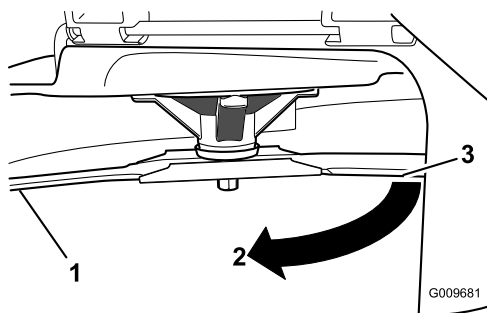

Figure 45
3. Seconde distance mesurée entre la lame et la surface (B)
4. Tournez la même lame de 180 degrés pour amener l'autre tranchant à la même position (Figure 45).